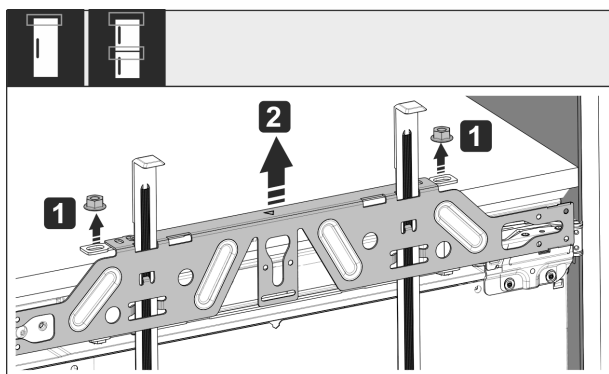

Fig. 58
- ▶ Lossa kontramuttern Fig. 58 (1).
- ▶ Ta av tvärstaget Fig. 58 (2).